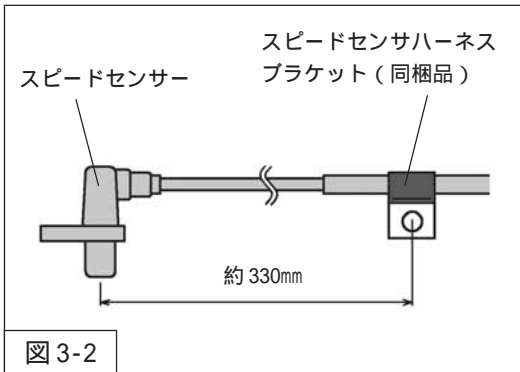

図3-2
2. スピードセンサハーネスブラケット（同梱品）を、スピードセンサー中心から約330mmの位置に取付けてください。（図3-2）